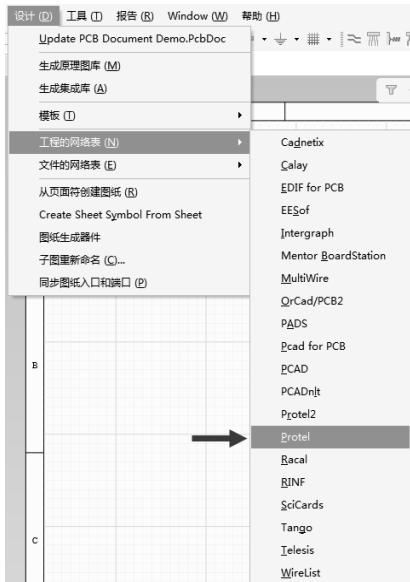

图 8-13 网表的生成
(1) 在整个工程下，执行菜单命令“设计-工程的网络表-Protel”，如图 8-13 所示，这个时候会在“Generated”文件目录下生成一个包含整个工程的网表。